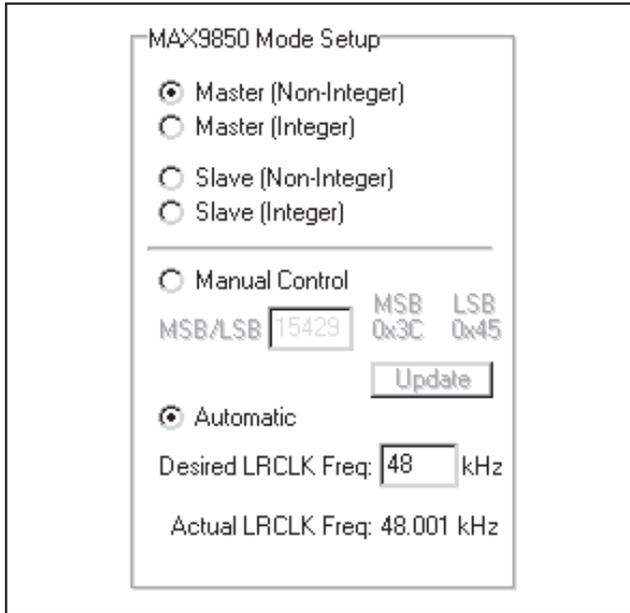

図6. Master (Non-Integer)モード
**MAX9850 Mode Setup**ウィンドウは、選択されているモードによって表示内容が変化します。図6～9に、これらのウィンドウのさまざまな表示内容を示します。
MAX9850のEVキット用ソフトウェアの**Master (Non-Integer)**モードと**Master (Integer)**モード(図6および7)は、どちらも良く似た動作になります。**Manual Control**